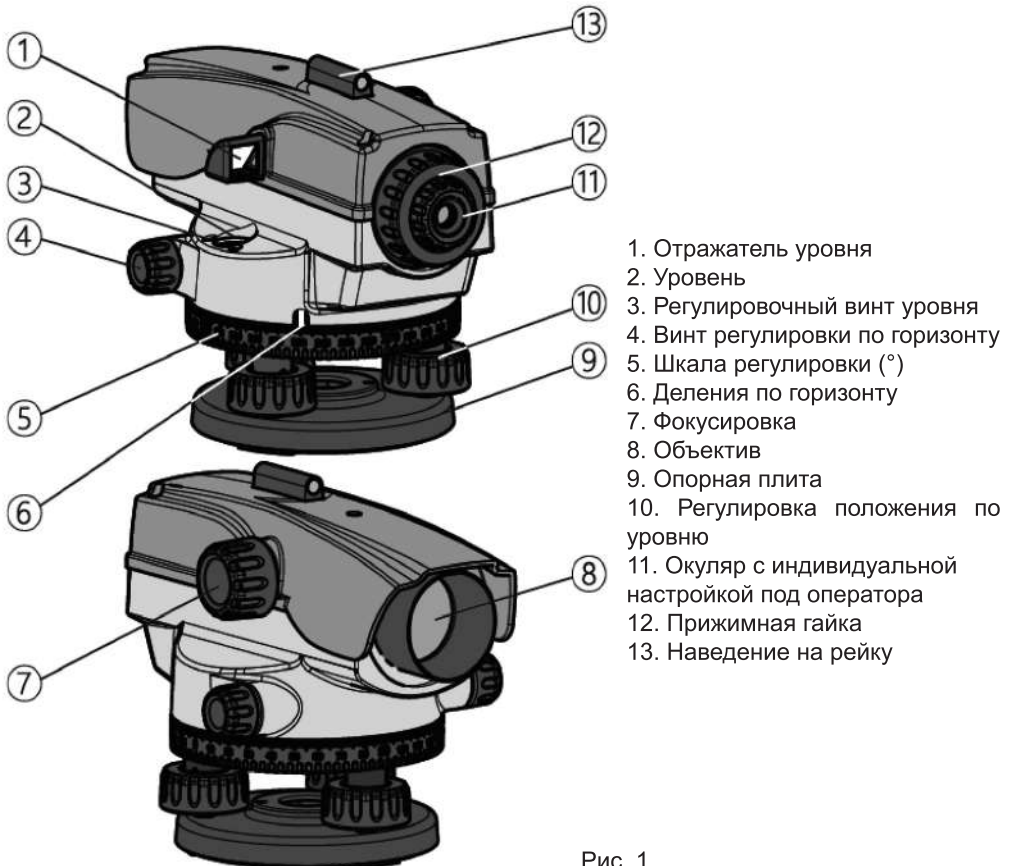
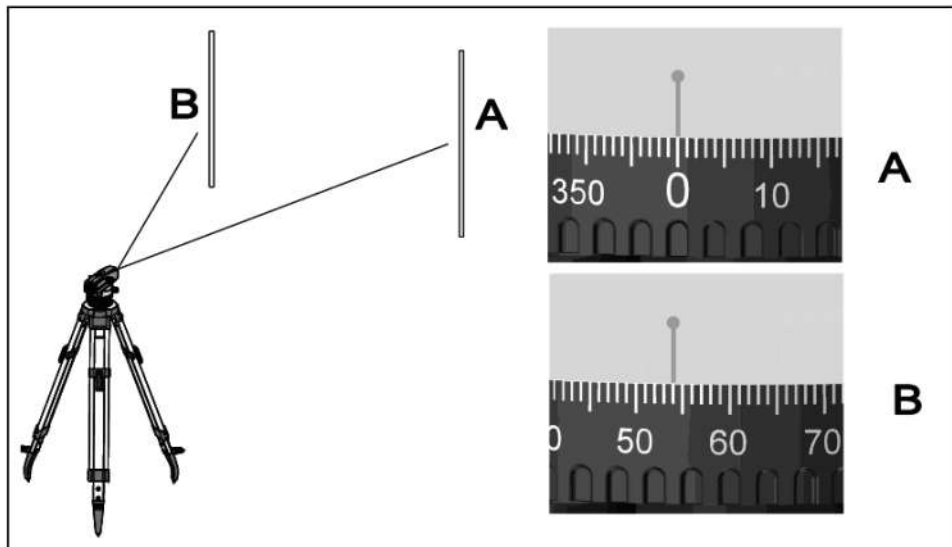

Рис. 1
Рис. 5
4. Отрегулируйте платформу регулировочными винтами 10 (рис. 1), чтобы пузырёк воздуха на уровне находился точно по центру.
1. Установите прибор по наведению на рейку 13 (рис. 1).
3. Отрегулируйте фокусировку 7 (рис. 1), чтобы деления на линейке чётко отображались.
4. Отрегулируйте винт настройки по горизонту 4 (рис. 1).
Для измерения угла наведите вертикальную нить разметки 6 (рис. 1) на цель А (рис. 5)